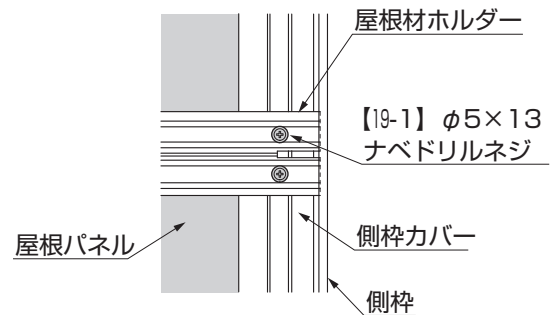

図6-9
- 側枠カバー側のネジだけを固定して、反対側は次の屋根パネルとアーチカバーを取付けた後で固定してください。（図6-9参照）